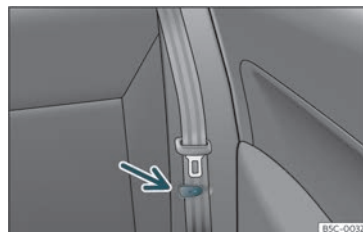

Fig. 110 Seient posterior: pinça per a subjectar el cinturó de seguretat.
- Poseu els cinturons de seguretat laterals a la pinça del revestiment»» **fig. 110**.